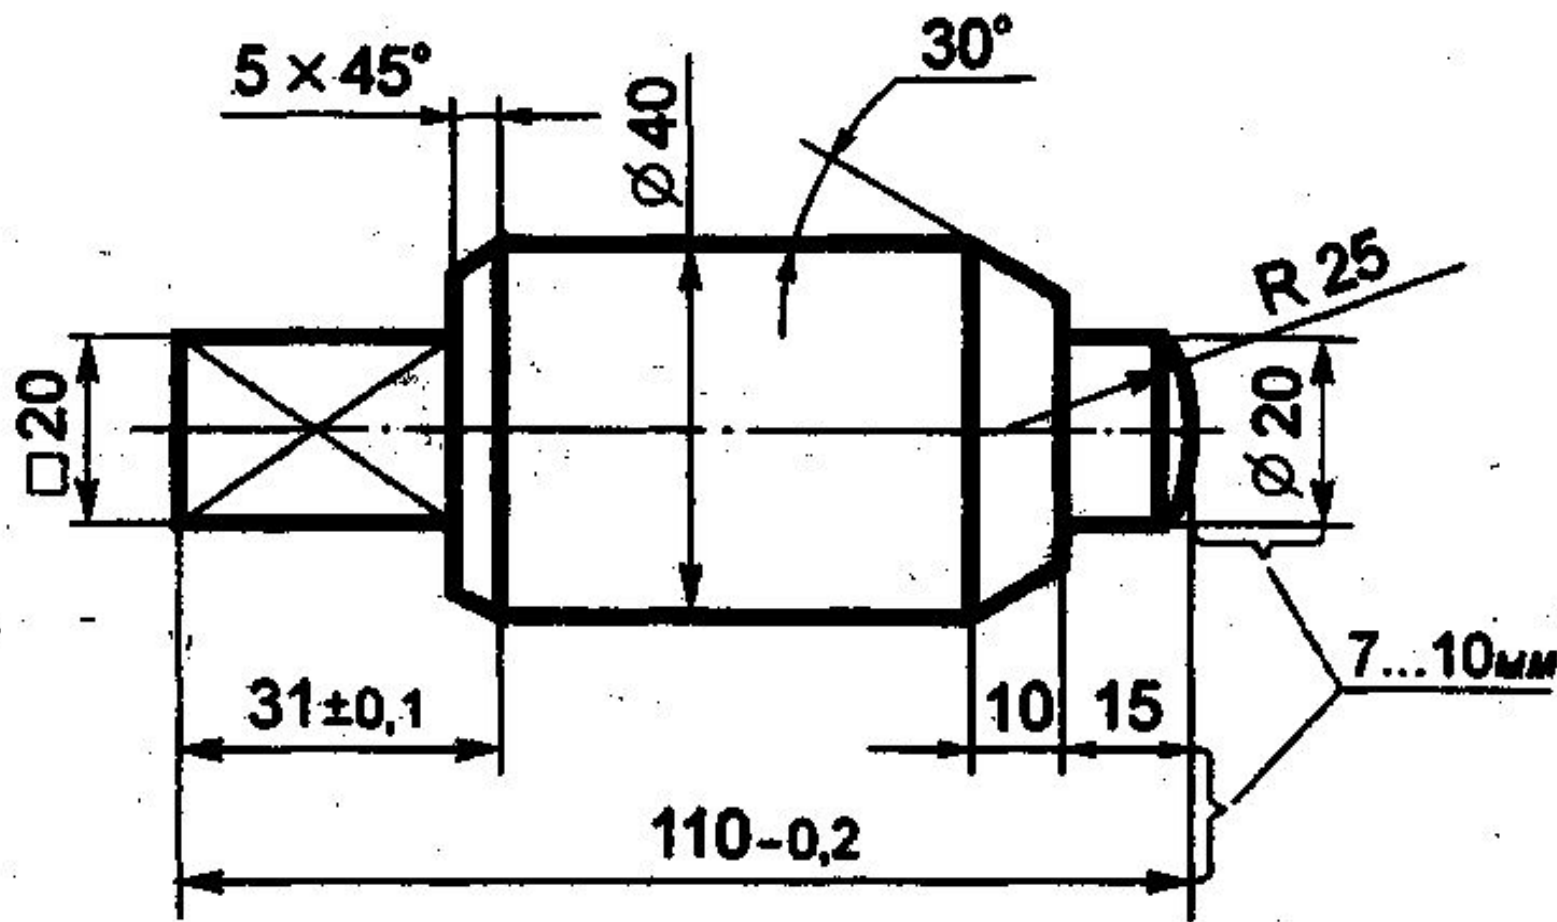

Рис. 4
- Величину изображённой детали можно определять только по размерным числам. Их наносят над размерными линиями возможно ближе к их середине (рис. 4)
- **Размерные линии** ограничивают стрелками, которые остриём должны касаться выносных линий (размеры 110, 30, 15, $\varnothing 20$ и другие на рис. 4), линий контура (размер $\varnothing 40$) или осевых линий.
- Чтобы размерные линии не пересекались с выносными, меньший размер наносят ближе к изображению, а больший - дальше (размеры 15, 30 и размер 110 на рис. 4).
- Линейные размеры на машиностроительных чертежах указывают в миллиметрах; если размеры нанесены у изображений, то единицы измерений (мм) не проставляют (см. рис.4).
- Для обозначения радиуса перед размерным числом всегда наносят знак R - латинская прописная буква (см. рис. 4). Стрелку наносят с одной стороны (см. рис. 9)